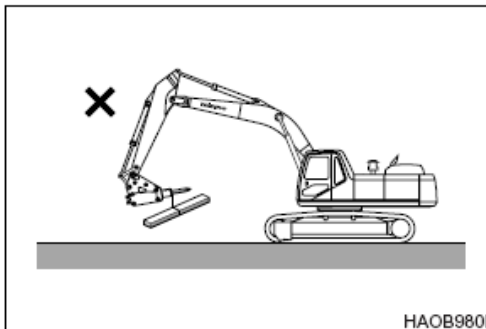

Figura 75
7. NO efectúe operación de elevación o remolque alguna con el martillo. Consulte Figura 75.